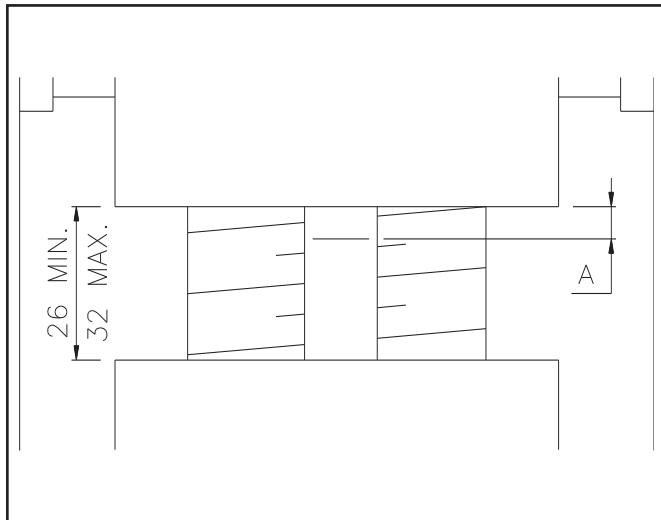

Fig.56 - Abb.56
- check dimension in Fig.56: For optimal operating conditions ensure $A = 1.5 \text{ mm.}$ **if $A = 0 \text{ mm.}$ the lifting nut is 50 % worn and must be replaced.**
- Contrôler la cote A (Fig. 56) Si A=1,5 mm: écrou en parfait état
- Die Maß auf Abb. 56 kontrollieren: wenn A=1,5 mm, man hat die besten Arbeitsbedingungen.